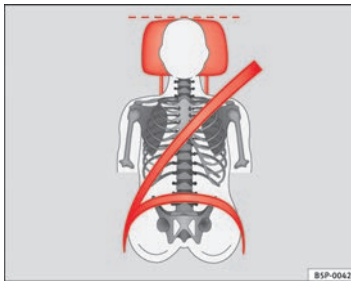
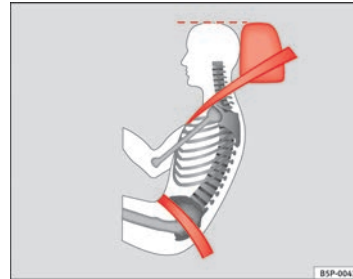

Abb. 68 Von vorne betrachtet: richtig eingestellte Kopfstütze und korrekter Gurtverlauf
Abb. 69 Von der Seite betrachtet: richtig eingestellte Kopfstütze und korrekter Gurtverlauf
- Die Kopfstützen so einstellen, dass sich die Oberkante der Kopfstütze möglichst auf einer Linie mit dem oberen Teil Ihres Kopfes, aber mindestens auf Augenhöhe befindet → Abb. 68 und → Abb. 69.